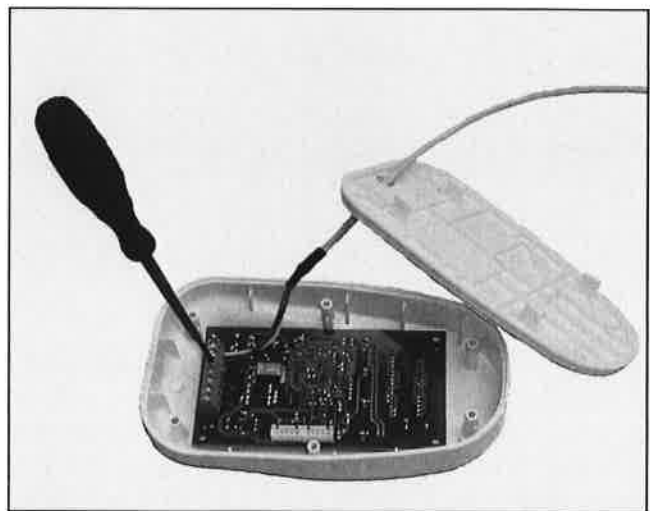

Fig. 1.3.1.b
- Fixez le support tableau commande à distance sur la paroi de la chambre avec une vis. (Fig. 1.3.1.a).